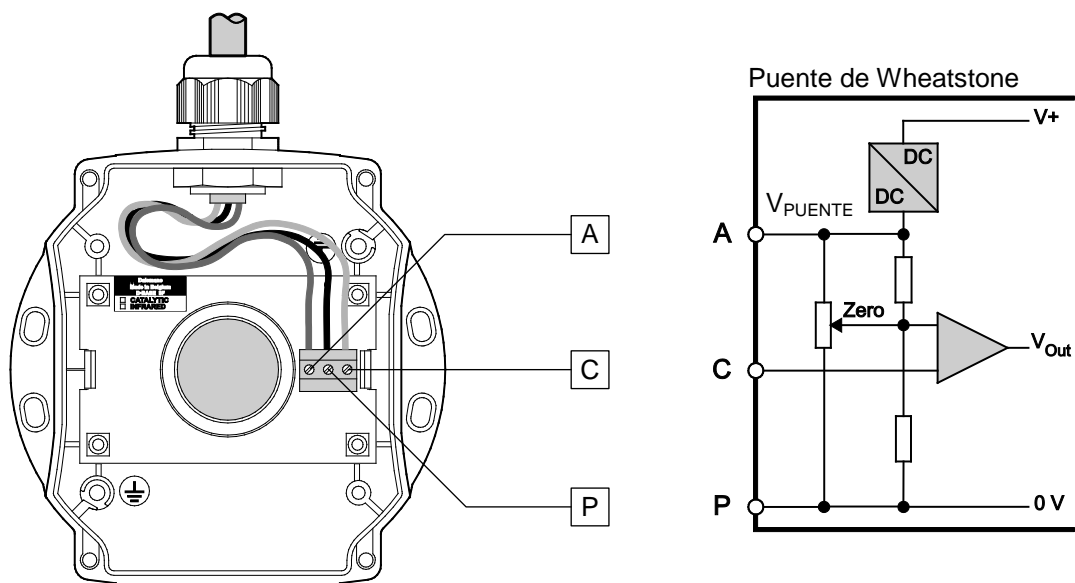

Figura 6: conexión del D•TEX3F
- § Compruebe que la conexión es conforme al esquema de la Figura 6.
- § Coloque la nueva tarjeta y vuelva a enchufar el cable como se indica en la Figura 6.
- § Vuelva a fijar tarjeta en la caja y vuelva a enchufar el cable como se indica en la Figura 6.